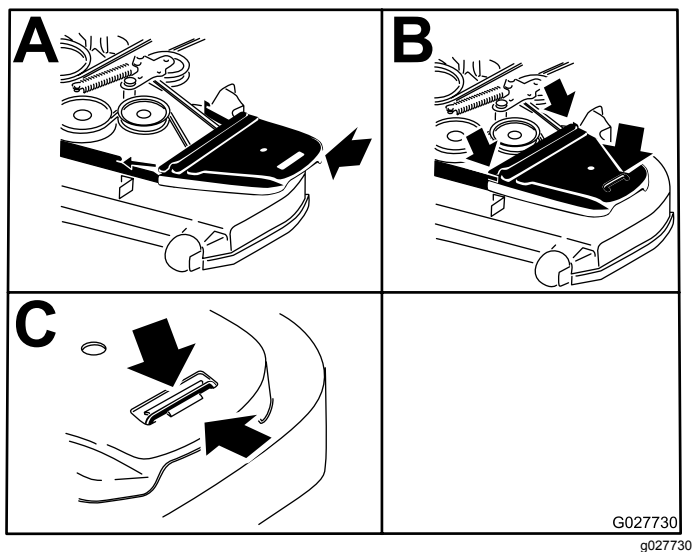

Figura 78
12. Instale las cubiertas de la correa (Figura 78).